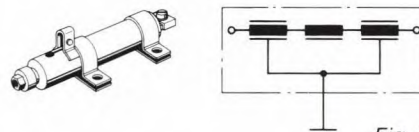

Fig. 6. Voor het ontstoren van leidingen met relatief grote stromen tot ca. 120 A wordt dit speciale filter gebruikt dat een capaciteit heeft van ca. 2 μF.
van fig. 6. Ook dit is een doorvoersysteem maar verkrijgbaar voor stromen tot bijv. 120 A. Daarbij is de capaciteit ca.  $2,2 \mu\text{F}$  terwijl de eigen weerstand nihil is.
Zo geeft ① een afgeschermd hoogspanningsleiding van de verdeler naar de bougies, ② geeft een afgeschermd kabel van de bobine naar de verdeler, ③ geeft een afgeschermd kabel van de verdeler naar de bobine, waarbij het gaat om de onderbrekersluiting. ④ geeft een afgeschermd leiding die vanaf het contactslot naar de bobine loopt via een ontstroomstelsel waarvan fig. 6 een detailschets gaf. ⑤ is een ontstroomcondensator die op de bobine kan worden bevestigd.
Bij de dynamo moet een onderscheid worden gemaakt in ontstoring van krachtstroom en zwakstroom. Voor krachtstroom wordt over het algemeen gegrepen naar het ontstroommiddel van fig. 6. Gaat het om zwakstroom tot bijvoorbeeld 5 Amp dan wordt veel gebruik gemaakt van de parallelcondensator van fig. 4. Ook zien we in dit circuit nog wel eens ontstroomfilters zoals van fig. 8. Zo'n ontstroomfilter bestaat meestal uit een combinatie van condensatoren, spoelen en weerstanden. Uiteraard heeft zo'n filter naast de massaklem 2 aansluitingen om de voedingsleiding door te voeren.